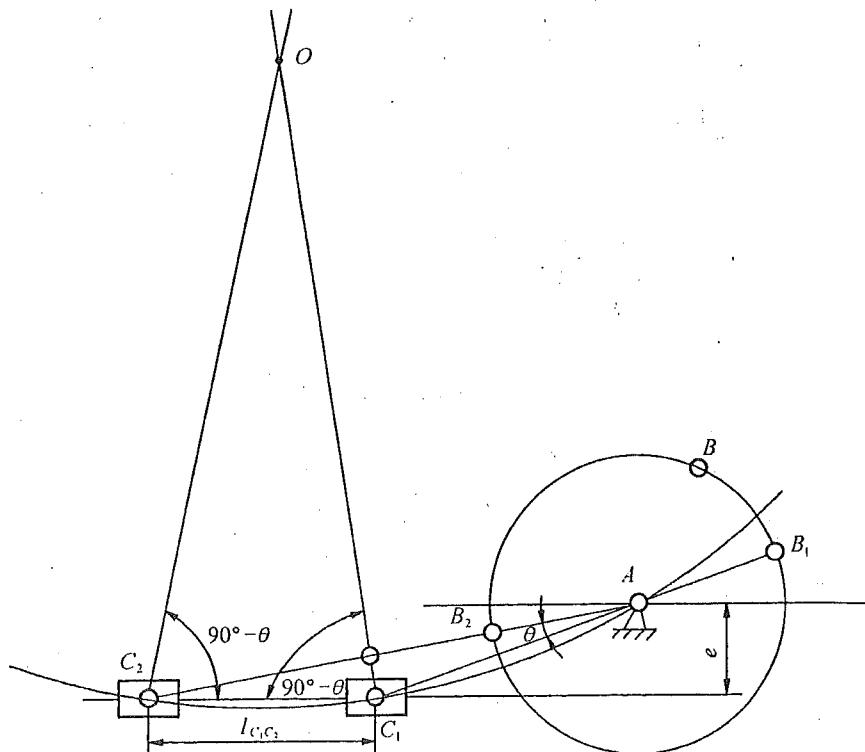

图 2-9
(2) 由滑块的行程的 $l_{C_1 C_2}$ 确定 C_1 和 C_2 的位置, 并作一条直线 $C_1 C_2$, 如图 2-9 所示。再由点 C_1 和 C_2 各作一条直线与 $C_1 C_2$ 成 $90^\circ - \theta$ 的夹角, 此两线相交于点 O , 以 O 为圆心, 过 C_1, C_2 作圆, 曲柄的轴心 A 就应在圆弧 $\widehat{C_1 A C_2}$ 上选取。
(3) 再作一直线与 $C_1 C_2$ 平行, 使其间的距离等于给定的偏距 e , 则此直线与 $\widehat{C_1 A C_2}$ 圆弧的交点即为曲柄的轴心 A 的位置。当 A 确定后, 根据机构在极限位置时曲柄与连杆共线的特点, 即可求出曲柄的长度 $l_{AB} = \frac{l_{AC_2} - l_{AC_1}}{2}$, 连杆的长度 $l_{BC} = \frac{l_{AC_2} + l_{AC_1}}{2}$ 。